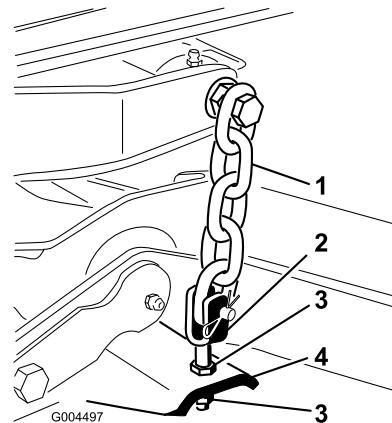

Figura 77
7. Ajuste las contratuerzas que fijan las horquillas/cadenas de la parte trasera de la plataforma para elevar la parte trasera, hasta que la inclinación de las cuchillas sea de 8 mm (Figura 77).